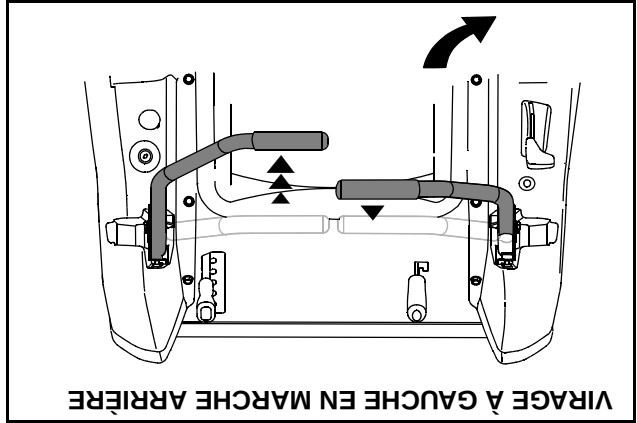

Figure 15
- Pour tourner à gauche en reculant, poussez le levier gauche en avant du levier droit. Voir la Figure 15.